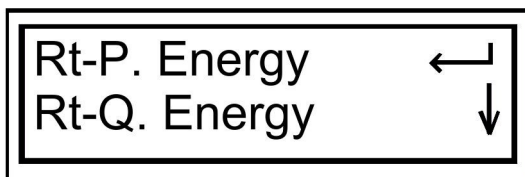

Рис. 45
2. Прокрутите меню до пункта Rt-P. Energy и нажмите **Enter** (рис. 45):